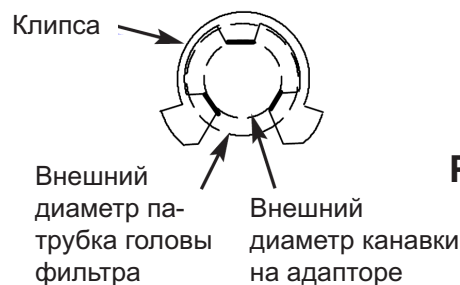

Рис. 10
2. Установить на место с помощью клипс, убедиться, что все три выступа клипс полностью проходят через соответствующие им отверстия и полностью проходят через канавки адаптеров (см. рис. 10).